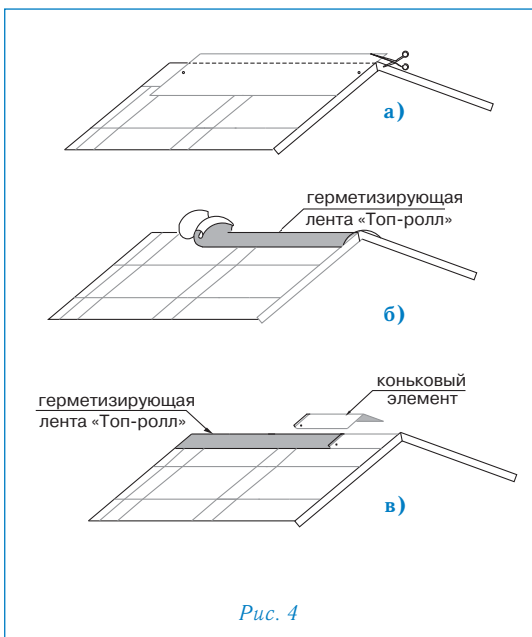

Рис. 4
Конек (рис. 4)
- Верхний ряд черепицы ПРЕСТИЖ ВИЗАНТИЯ ЦИНК-ТИТАН доводится до линии конька (ребра), выступающие части листов обрезаются (рис. 4а);
- линии коньков и ребер герметизируются специальной самоклеящейся лентой «Топ-ролл» (рис. 4б);
- далее устанавливаются внахлест специальные коньковые элементы (направление укладки по преимущественному направлению ветра). Каждый коньковый элемент плотно прижимается к основанию кровли и фиксируется двумя гвоздями из нержавеющей стали длиной 35 мм, которые перекрываются следующим коньковым элементом (рис. 4в).